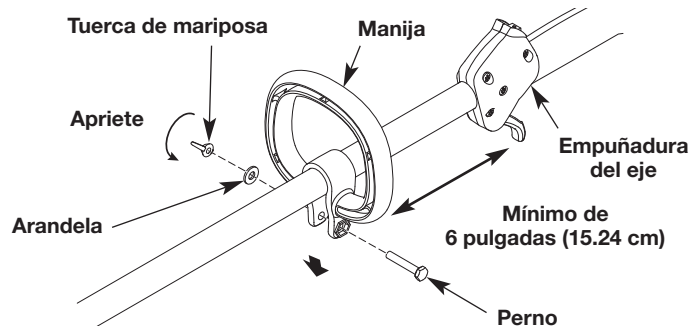

Fig. 3
1. Oprima la manija hacia abajo sobre el alojamiento del eje (Fig. 3). El orificio del perno hexagonal de la manija debe quedar a la izquierda.
2. Inserte el perno en el orificio del perno hexagonal y presione para que pase a través de él (Fig. 3). Coloque la arandela en el perno. Enrosque la tuerca de mariposa en el perno, pero no la ajuste completamente.
3. Mientras sujeta la unidad en la posición de funcionamiento (Fig. 7), desplace la manija hasta la ubicación que le ofrece el mejor agarre. Ubíquela como mínimo a 6 pulgadas (15.24 cm) del extremo de la empuñadura del eje (Fig. 3).
1. Afloje la tuerca de mariposa (Fig. 3).
2. Mientras sujeta la unidad en la posición de funcionamiento (Fig. 7), desplace la manija hasta la ubicación que le ofrece el mejor agarre. Ubíquela como mínimo a 6 pulgadas (15.24 cm) del extremo de la empuñadura del eje (Fig. 3).